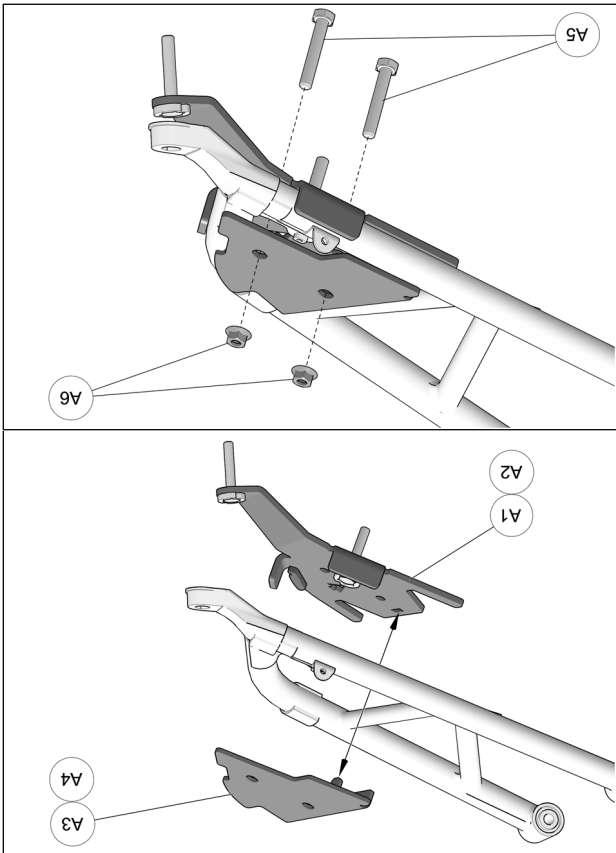

Fig. 21
10. Positionner la partie inférieure de l'ancrage anti-rotation (A1-A2) sous le bras de suspension inférieur. Positionner la partie supérieure (A3-A4) au-dessus du bras de suspension de façon à ce que le tenon de la partie supérieure s'insère dans l'ouverture rectangulaire de la partie inférieure. Insérer les boulons M10x65mm (A5) par le dessous de l'ancrage. Assembler les deux parties avec les écrous (A6) fournis. Serrer l'assemblage à un couple de 50 N•m [37 lb•pi]. Voir la Fig. 21